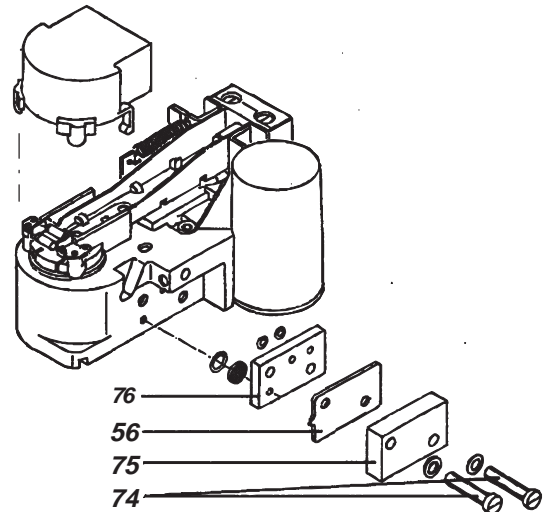

Fig. 29: Desmontaje de la tobera Venturi
5.3.3 Limpieza de la tobera Venturi (véase fig. 29)